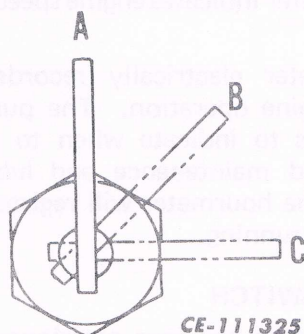

Fig. 6. Key Ignition Switch Positions
15. KEY IGNITION SWITCH (Fig. 6)